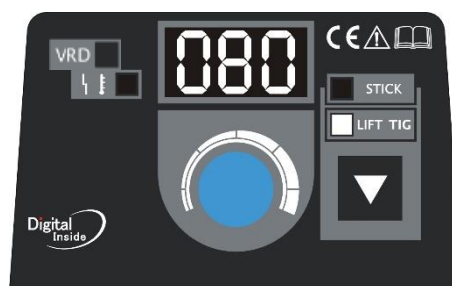

Рис. 3: Интерфейс включения сварки LIFT TIG
- Нажмите на переключатель STICK/LIFT TIG и VRD, загорится индикатор LIFT TIG, как показано на рис.3 и включится сварка LIFT TIG. При сварке LIFT TIG сначала поднесите вольфрамовый электрод к рабочему изделию. Затем нажмите на переключатель горелки и, отрывая от поверхности изделия горелку, осуществите поджиг дуги.